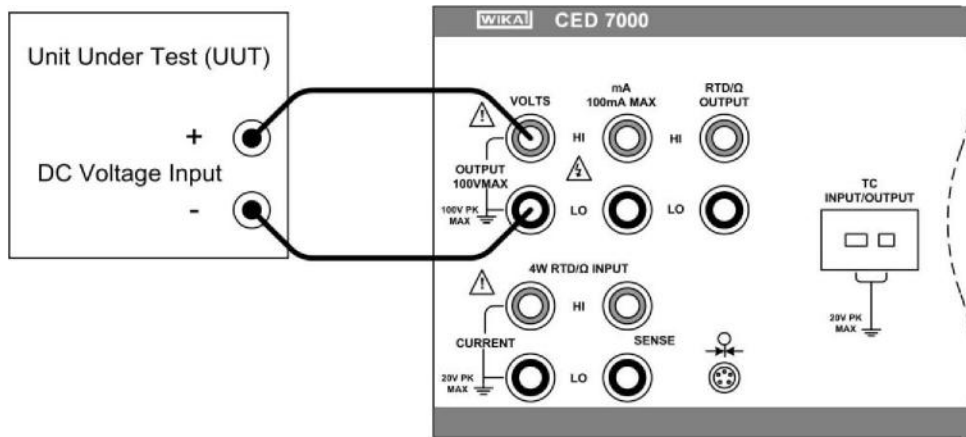

图 10 - 直流电压输出连接
- c) 将待测试设备连接到 CED 7000 的电压输出端子，如图 10 所示。